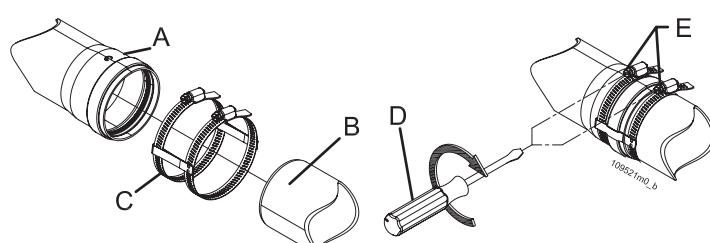

Figura 5-30 - Fissaggio dei condotti di scarico
**ATTENZIONE!!! Assicurare meccanicamente gli incastri fra i vari elementi componenti il condotto di scarico e di aspirazione mediante l'utilizzo di sistemi di fissaggio o sistemi equivalenti (Figura 5-30).**